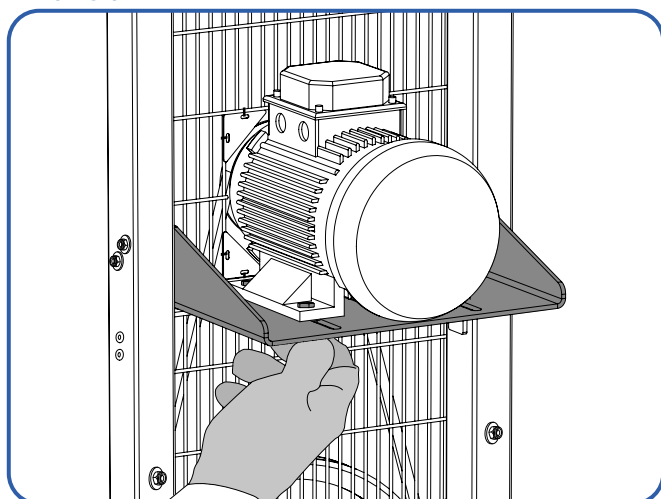

Fig. 8.13. Alineación de poleas mediante la opción 1.
**Opción 1: Desplazar todo el motor gracias a los colisos que hay en el soporte (Fig. 8.13.) OPCIÓN RECOMENDADA.**